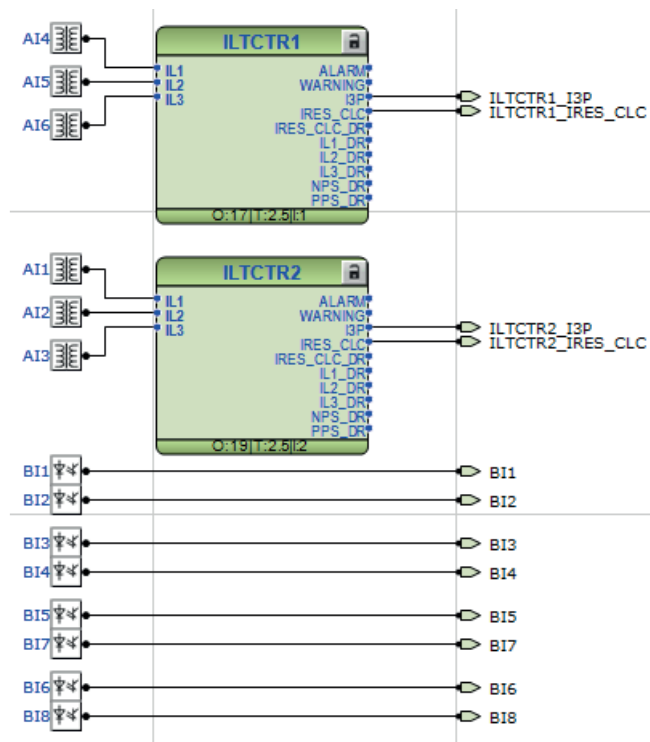
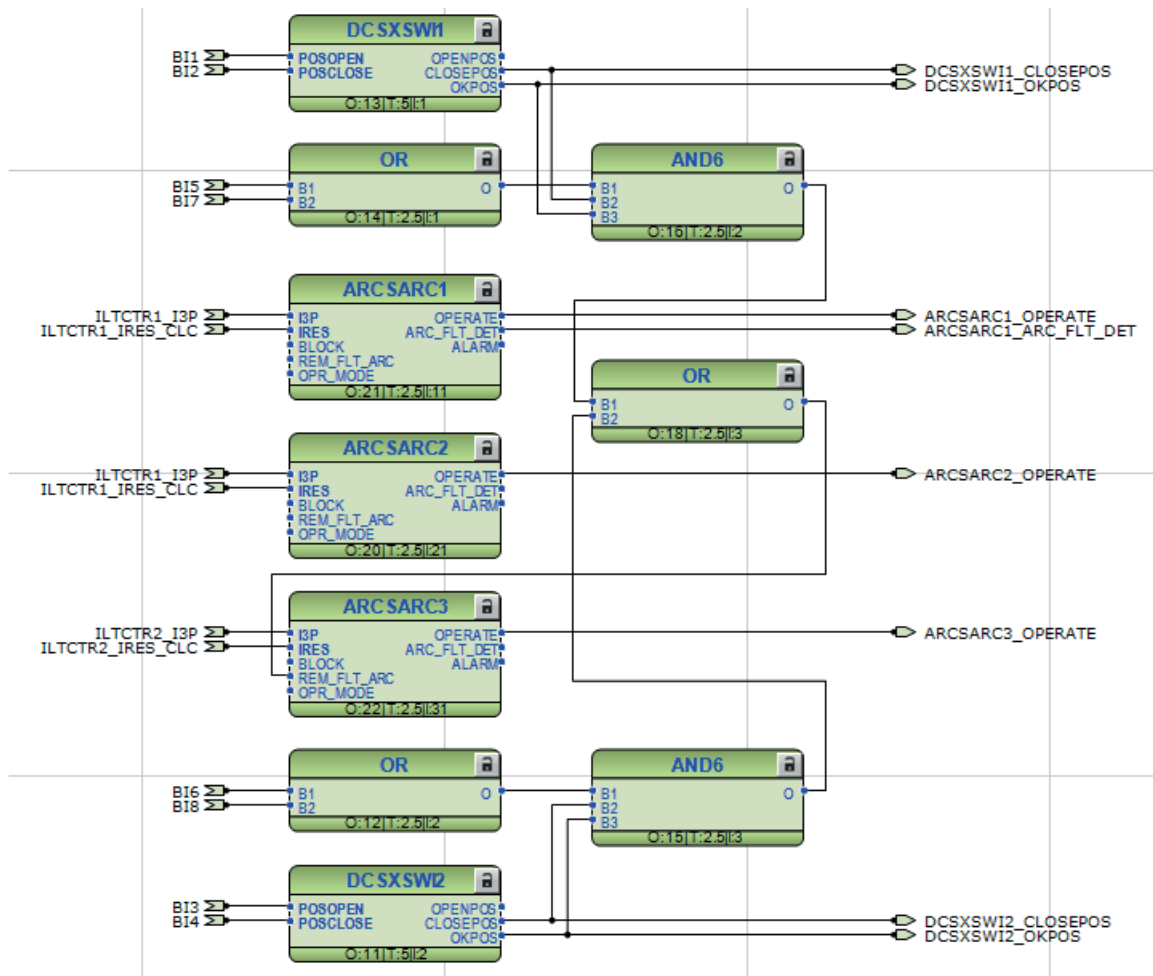
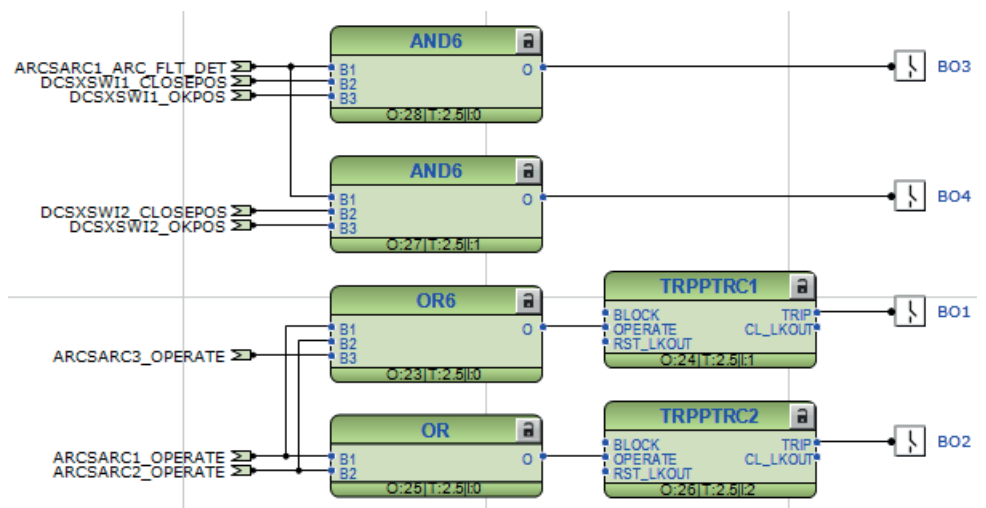

Abb. 65: *Relaiseingang- und Vorverarbeitungsanschlüsse*
Abb. 66: Anwendungs-Funktionsblockanschlüsse
Abb. 67: Relais-Ausgangsanschlüsse
Die Relaiskonfiguration ist in die Anwendungskonfiguration in PCM600 implementiert. Sie wird in Abbildung 65, Abbildung 66 und Abbildung 67 dargestellt.
- 1) Lichtbogen-Sensoreingänge ARC1...4 werden immer intern zu den ARCSARC1...4-Funktionsblöcken geführt. Diese Eingänge sind in Abbildung 65 nicht dargestellt.
Die Konfiguration erfordert auch andere spezifische Funktionen, die in Tabelle 151 aufgeführt sind. Darüber hinaus werden einige Logikgatter für die Implementierung der notwendigen Logik benötigt. Diese sind in Abbildung 66 und Abbildung 67 dargestellt.